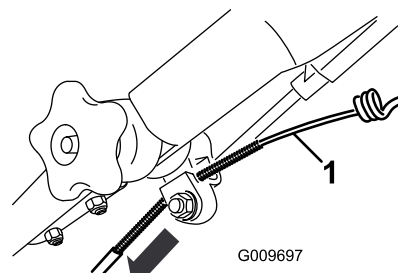

Figure 50
3. Tirez la gaine du câble vers le bas jusqu'à ce qu'il n'y ait plus de mou dans le câble exposé (Figure 50).